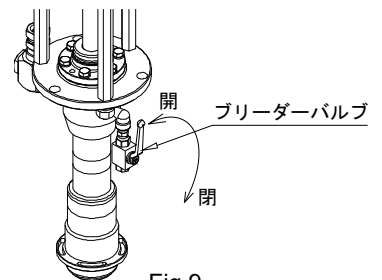

Fig.9
- ポンプ吐出側のバルブを閉め、ブリーダーバルブを開く。（レバーを反時計方向に回す）(Fig.9)